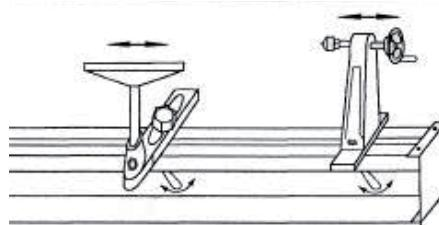

Рис. 7
- Передвиньте заднюю бабку и опору резца вдоль основания и закрепите стопорный рычаг (см. рис. 7).